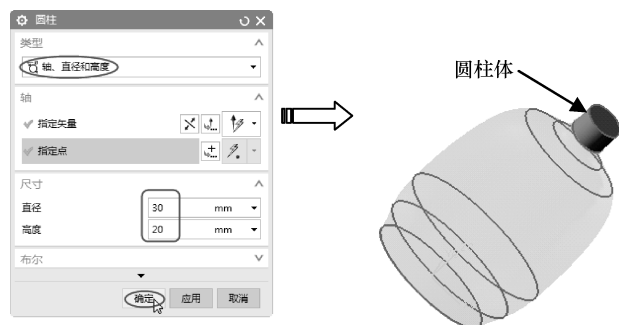

图 5-62 完成圆柱的创建
- 07 在对话框的【尺寸】选项区中设置圆柱直径为 30，高度为 20，单击【确定】按钮，完成圆柱的创建，如图 5-62 所示。